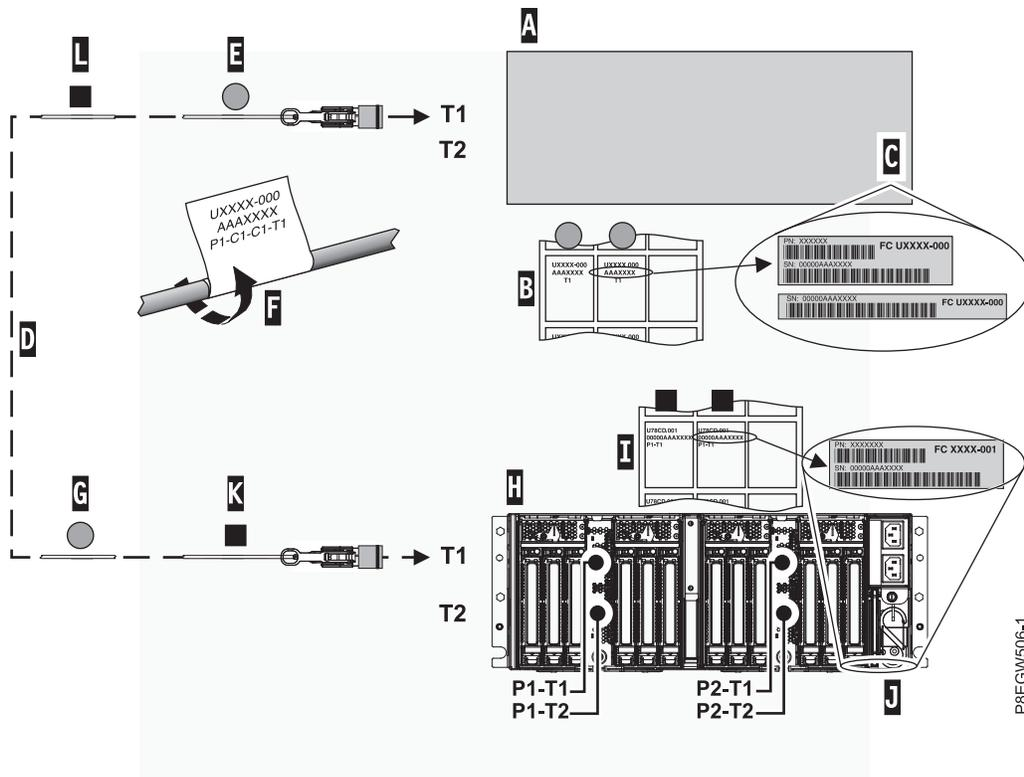

Figura 15. Etiquetado de un cable del cajón de expansión
Nota: Mientras realiza estos pasos, consulte la Figura 15 en la página 19 como referencia.
- g. Conecte la etiqueta Cx-T1 situada en el extremo de más a la izquierda del conector del cable (**E**). Consulte la Figura 15 en la página 19. Recorte la etiqueta con el extremo en blanco de forma que la información de ubicación (**F**) esté visible.
- h. Tome la segunda etiqueta Cx-T1 de la hoja de etiquetas del sistema host (**B**) y póngala en el extremo opuesto del cable que se conecta al cajón de expansión PCIe3 EMX0. Asegúrese de que la etiqueta se coloque a más de 100 mm (4 pulgadas) del extremos del cable (**G**). Consulte la Figura 15 en la página 19.
Nota: Mientras realiza estos pasos, consulte la Figura 15 como referencia.
- a. Localice el cajón de expansión PCIe3 EMX0 (H) que está conectando al sistema host.
- b. Localice la hoja de etiquetas de números de serie del cajón de expansión PCIe3 EMX0 (I).
- c. Compare el número de serie del cajón de expansión PCIe3 EMX0 (J) con el número de serie que aparece en la hoja de etiquetas del cajón de expansión PCIe3 EMX0 (I).
- f. Pegue la etiqueta Px-T1 situada en el extremo de más a la izquierda del conector del cable (K). Consulte la Figura 15. Recorte la etiqueta con el extremo en blanco de forma que la información de ubicación (F) esté visible.
- g. Tome la segunda etiqueta Px-T1 de la hoja de etiquetas del cajón de expansión y colóquela en el extremo opuesto del cable a más de 100 mm (4 pulgadas) del extremo del cable (L). Consulte la Figura 15.